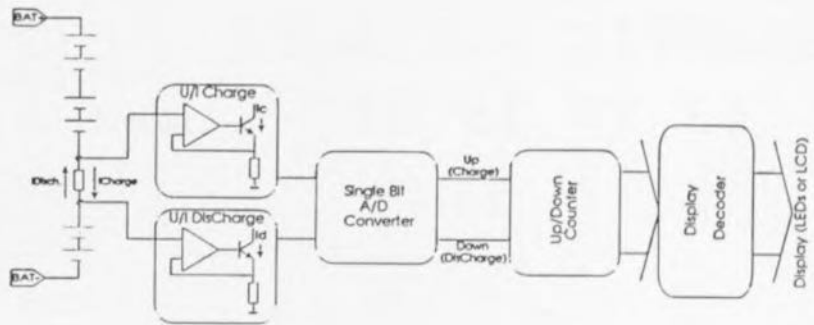

Figure 1. Représentation très simplifiée du principe de mesure utilisé par le SAA1501T.
Nous trouvons en **figure 1** le synoptique très simplifié du SAA1501T. Le principe de fonctionnement repose sur la mesure, par la même résistance de mesure (*sense*) et du courant
de charge et du courant de décharge; il est apparu que c'était là la meilleure approche pour la réalisation d'un « Intelligent Battery Pack ». Le circuit intégré fait la distinction entre 4 modes différents à savoir la charge, la décharge, la veille (mode d'auto-décharge) et un dernier mode dit « mode combiné » (*combined mode*). Dans ce dernier mode on a des courants de charge et de décharge, ce qui est le cas lorsque l'on procède à une recharge de l'accu en présence d'une charge. La différenciation entre les différents modes se fait à l'aide d'une détection de niveau de courant. L'examen de la figure 1 nous montre que les tensions de mesure commencent par arriver à une paire de convertisseurs U/I (tension/courant), le premier pour le courant de charge, le second pour le courant de décharge. À cet endroit déjà on a conversion des valeurs de mesure en courants pouvant être traités par un circuit intégré, à savoir I_c et I_d . Ces courants I_c et I_d qui servent de repère au mode de détection et de commutation de mode (non représentés en figure 1) sont également appliqués à un convertisseur A/N. Il faut bien évidemment commencer par une conversion avant de pouvoir intégrer les « paquets de charges » (les courants de charge et de décharge) par le biais du compteur/décompteur. La figure 2 représente le détail du principe de « comptage de coulombs ». Commençons par voir ce qui se passe exactement lors d'une charge. Une faible partie du courant de charge converti I_c , $1/6$ très précisément, subit une intégration par le biais du condensateur-tampon externe C_{cnt} . La tension aux bornes de ce condensateur croît jusqu'au dépassement du niveau de commutation supérieur V_h du comparateur 2. On aura ensuite, dès le flanc montant suivant du signal d'horloge (F_{clk}), soustraction du courant de charge converti, d'un niveau de courant prédéfini, $I_{substract}$, et ce pendant une durée prédéterminée ($N * F_{clk}$) jusqu'à ce que la tension aux bornes de C_{cnt} soit retombée en-dessous de H_h . Le schéma montre que cela se fait par l'intermédiaire de la sortie du comparateur qui, par le biais d'une bascule bistable, commute une source de tension de référence (ligne en pointillés). Pendant le nombre (N) de cycles d'horloge que $I_{substract}$ est actif on a une émission, par le sous-ensemble « Logique », d'impulsions de comptage à l'adresse du compteur de coulombs. On compte donc des paquets de charges d'une taille égale à $I_{substract} * F_{clk}$. Le principe est, en ce qui concerne la décharge, similaire. La seule différence se situe